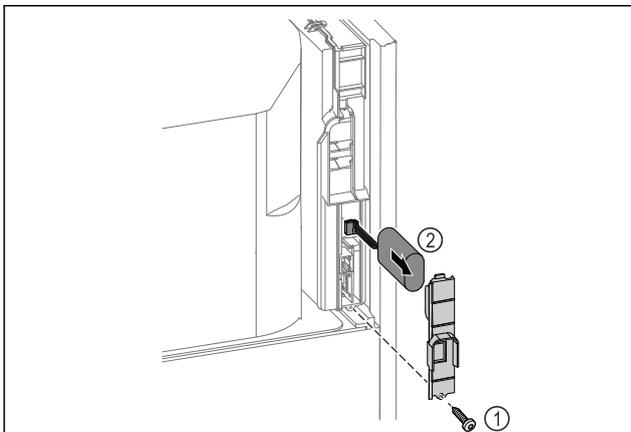

Fig. 259
- ▶ Ξεβιδώστε τη βίδα και αφαιρέστε το κάλυμμα στην πίσω πλευρά της συσκευής Fig. 259 (1).
- ▶ Αποσυνδέστε και τραβήξτε έξω την μπαταρία Fig. 259 (2).